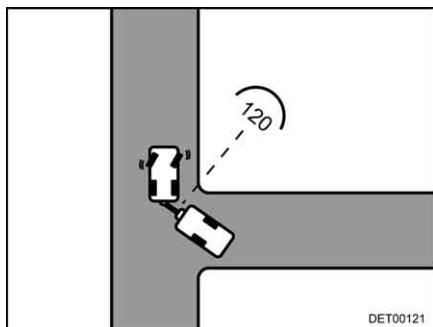

Bild 18 Start
- Stanna genast när bilen och husvagnen står i ca 120° vinkel mot varandra (Bild 18).